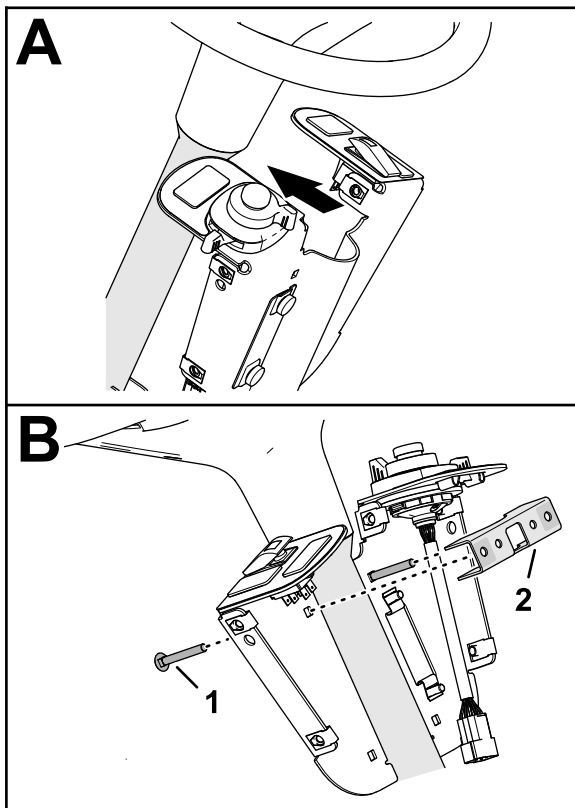

Figure 32
2. Dans les trous supérieurs de 6,4 mm (¼ po), insérez 2 boulons de carrosserie (¼ x 2 po) dans la plaque de commutateurs et l'autre support de montage (Figure 32).